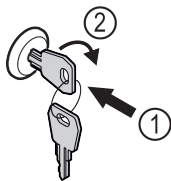

Fig. 180
- Iespiediet atslēgu. Fig. 180 (1)
- Grieziet atslēgu par 90° pulksteņrādītāja virzienā. Fig. 180 (2)